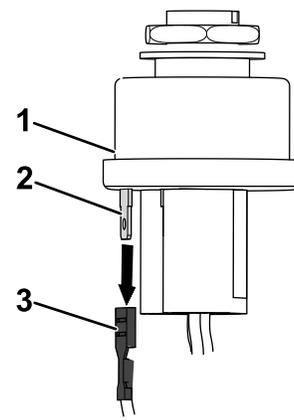

Figura 16
1. Ligue o terminal espada da máquina à cablagem do terminal C do interruptor da chave (Figura 16).